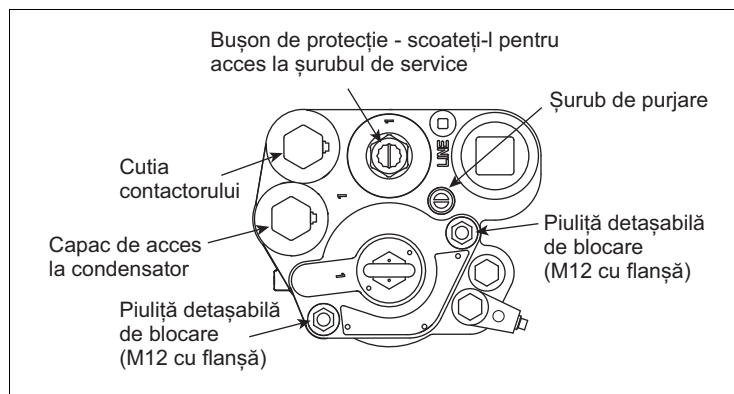

Figura 31. Piulițele de blocare ale unității detașabile
2. Scoateți cele două piulițe de blocare ale unității detașabile și eliminați-le (vezi Figura 31). Arcurile de pe bolțurile de blocare între flanșa detașabilă și distribuitor vor împinge unitatea detașabilă în sus, rupând garniturile.
24. Rotiți șurubul de purjare a aerului cu 2 - 3 ture în sens antiorar (vezi Figura 31).
30. Rotiți șurubul de purjare a aerului cu 2 - 3 ture în sens antiorar (vezi Figura 31).